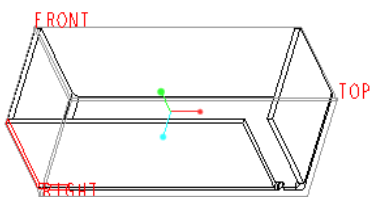

图 1-162 延伸壁效果 1
(3) 在功能区“模型”选项卡的“编辑”组中单击 （延伸）按钮，打开“延伸”选项卡。
(4) 在“延伸”选项卡中单击 （将壁延伸到参考平面）按钮，接着在图形窗口中模型树中选择 RIGHT 基准平面。
(5) 在“延伸”选项卡中单击 （完成）按钮，完成该延伸壁的效果如图 1-162 所示。